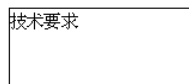

图 11.2.3 显示 OLE 对象
Step4. 在 Word 文档中输入文字“技术要求”, 然后在任意位置单击, 完成 OLE 对象的插入, 此时图形区显示图 11.2.3 所示的文字, 读者可将其拖动到合适的位置。